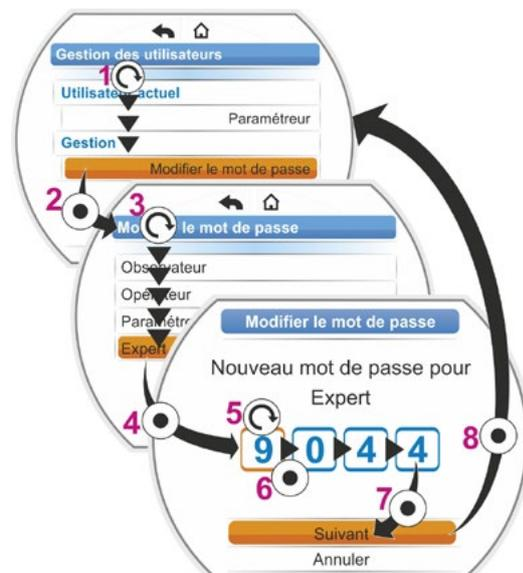

Fig. 2 : attribuer une autorisation d'accès
2. Mettre en surbrillance orange l'option de menu « Modifier le mot de passe » (Fig. 2, Pos. 1).
3. Confirmer la sélection (Fig. 2, Pos. 2).